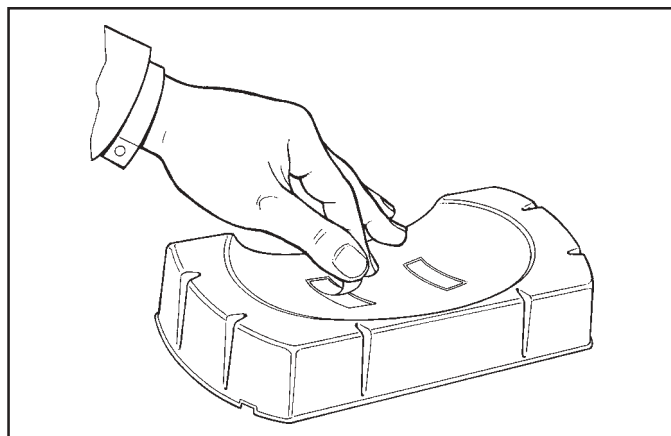

Figura 2
- 2) Antes del montaje, remueva la película de protección del adhesivo (liner), utilizando una herramienta puntiaguda para levantar su extremidad y, a seguir remover la película manualmente. Esto debe ser hecho solamente en el momento del montaje. Contactos indebidos al adhesivo perjudican su adherencia (vea figura 2).